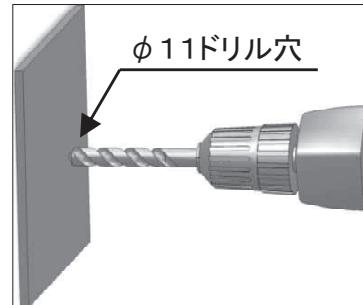

図1
1. 穴あけをおこなう被加工物に電気ドリルなどにより $\phi 11\text{mm}$ の1次下穴を開けてください。(図1)